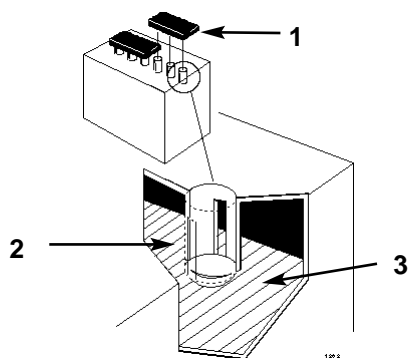

Figure 39
2. Aprite i coperchietti per guardare negli elementi. L'elettrolito deve raggiungere la parte inferiore del tubo. Osservate il lato della batteria: l'elettrolito deve raggiungere la riga "SUPERIORE" (Fig. 39); non permettete che scenda al di sotto della riga "INFERIORE" (Fig. 39).